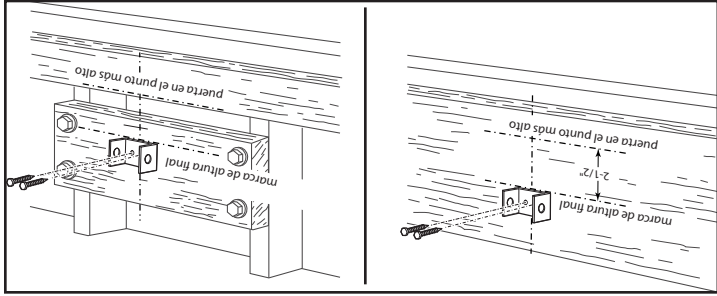

FIG. 2-3 Montaje del soporte del travesaño (en el travesaño y arriba del travesaño).
• Sostenga el soporte del travesaño contra la pared (Fig. 2-3).
• Montar el soporte del travesaño contra la pared (Fig. 2-3).
- Sujete el soporte del travesaño con 2 pijas (provisos) (Fig. 2-3).